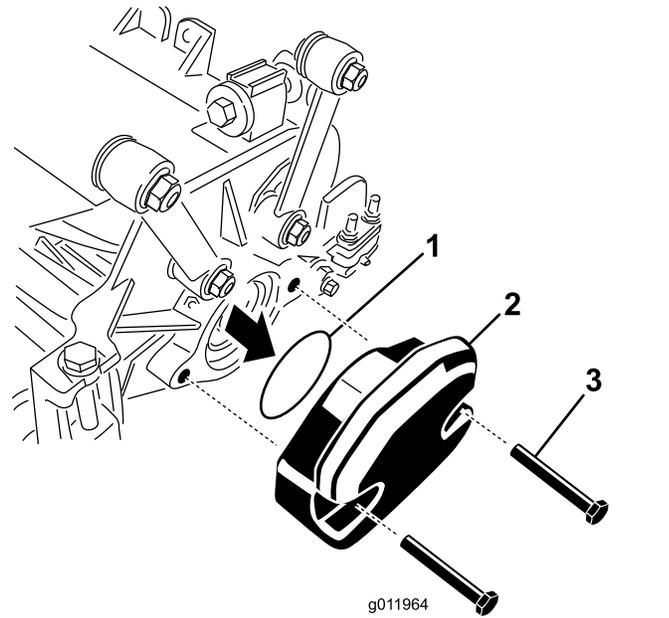

Figura 24
- Retire el peso y la junta tórica (Figura 24) del extremo interior de la unidad de corte derecha.